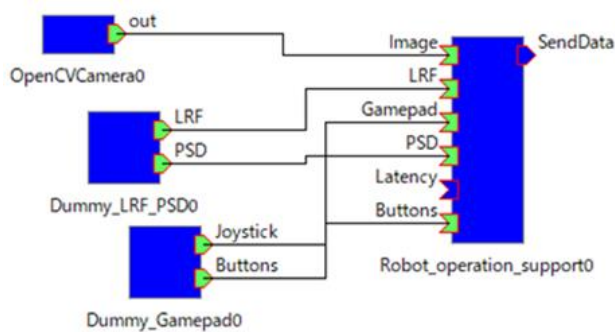
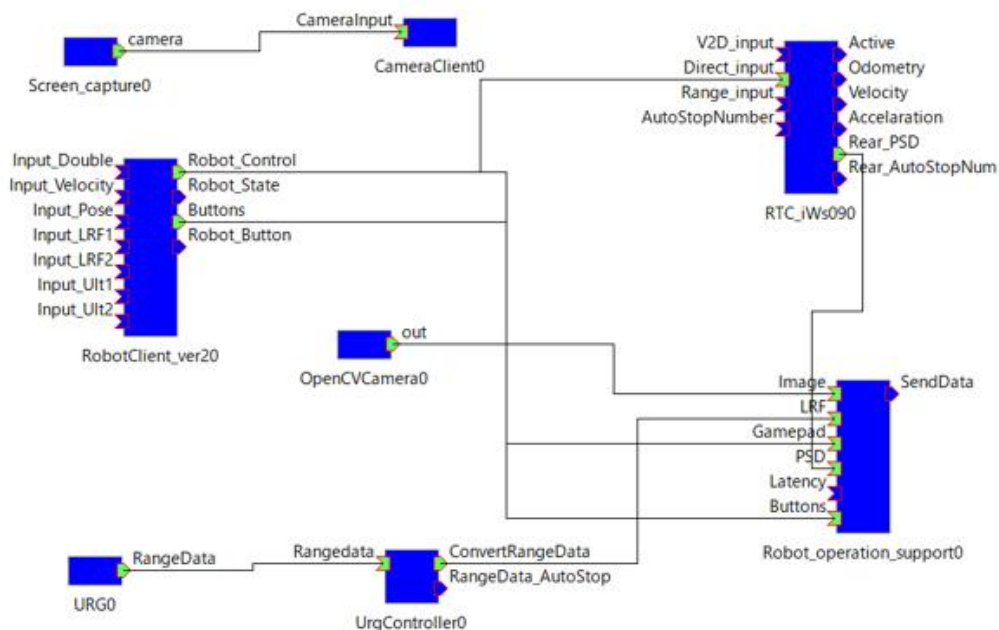

図 4-11 動作確認時の RTC 結線図
図 4-12 RSNP 遠隔操作時の RTC 結線図
12. 同様に使用する RTC の結線を行い、動作確認時は図 4-11 のように結線する。遠隔操作時は図 4-12 のように結線する。